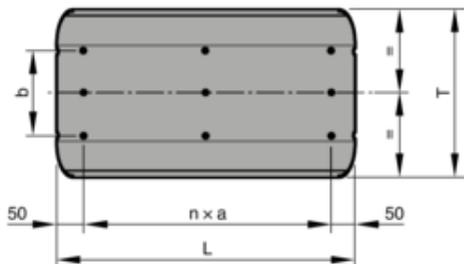

Fig. 26 : Position des vis pour fixer les baffles
- Utiliser, par exemple, des vis autoperçues (Fig. 26), au moins 4,2 x 13 (DIN 7504), pour fixer les baffles à une gaine en tôle.